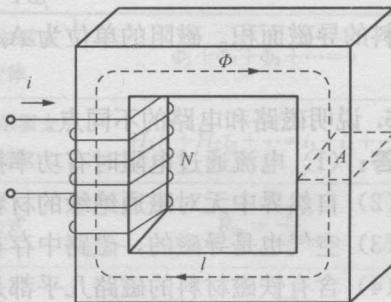

图 1-8
2. 有一闭合铁芯磁路，磁路的平均长度 $l=0.3\text{m}$ ，铁芯的磁导率 $\mu_{\text{Fe}}=5000\mu_0$ ，套装在铁芯上的励磁绕组为 500 匝，如图 1-8 所示。试求在铁芯中产生 1T 的恒定磁通密度时，所需的励磁磁动势和励磁电流。